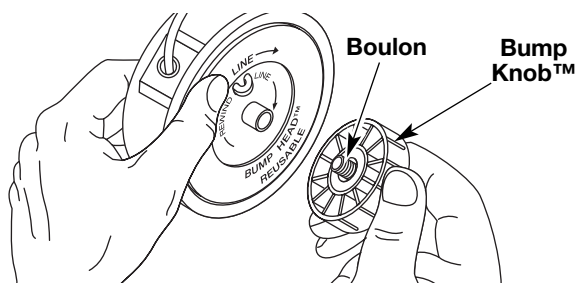

Fig. 15
- Tenez la bobine extérieure d'une main et dévissez le bouton de butée vers la gauche (Fig. 15). Inspectez le boulon à l'intérieur du bouton de butée pour vous assurer qu'il se déplace librement. Remplacez le bouton de butée s'il est endommagé.
1. Tenez la bobine extérieure d'une main et dévissez le bouton de butée vers la gauche (Fig. 15). Inspectez le boulon à l'intérieur du bouton de butée pour vous assurer qu'il se déplace librement. Remplacez le bouton de butée s'il est endommagé.